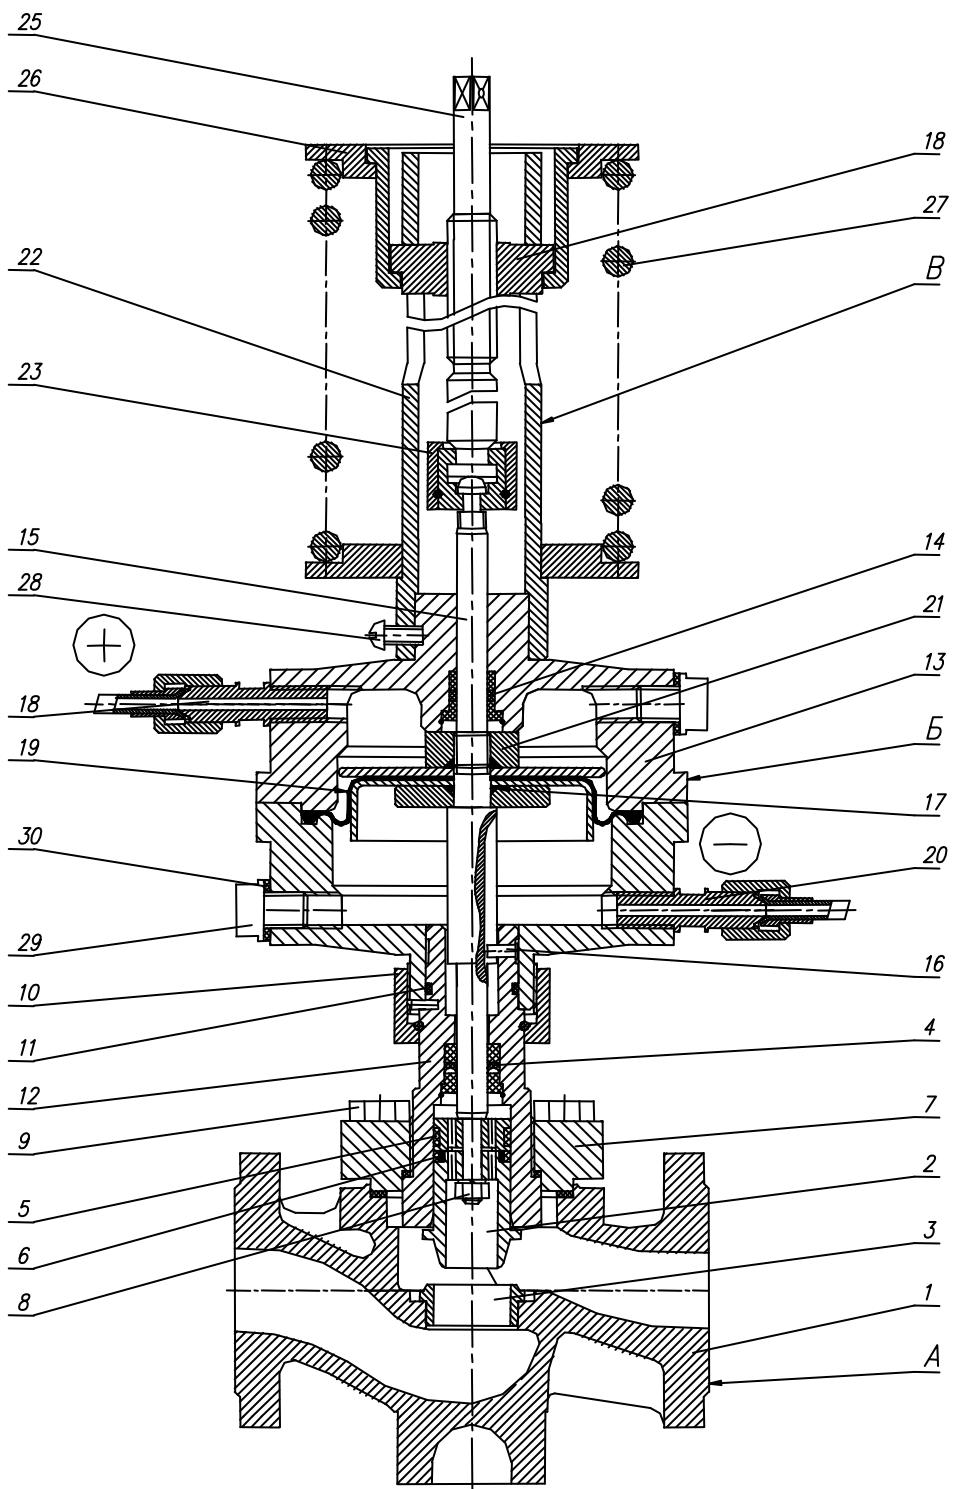

Рисунок 1. Общее устройство регулятора РД-А-25.
2.2.5. Регулятор устанавливать на горизонтальном участке трубопровода согласно схеме подключения (см. рис.1 приложения). Перед регулятором установить магнито-сетчатый фильтр. Регулятор разрешается устанавливать в любом положении: задатчиком вертикально вверх; вертикально вниз; горизонтально в сторону или под любым углом к вертикалам. При установке регулятора задатчиком в сторону под мембранный коробку желательно ставить упор для предотвращения механических нагрузок на трубопровод.